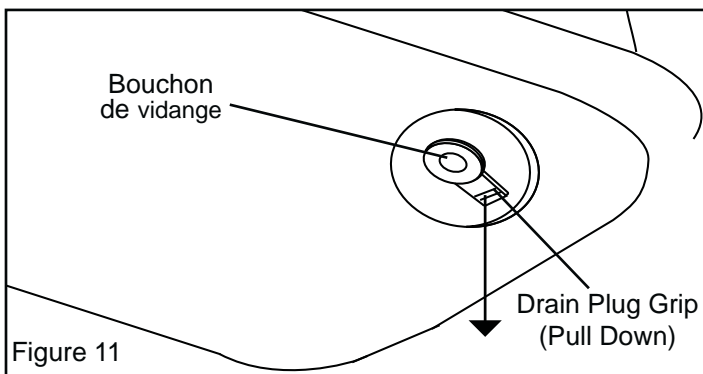

Figure 11
2. Pour enlever le bouchon de vidange tirer sur la prise du bouchon vers le bas et enlever la tête du joint de l'orifice de vidange du réservoir (voir Figure 11).